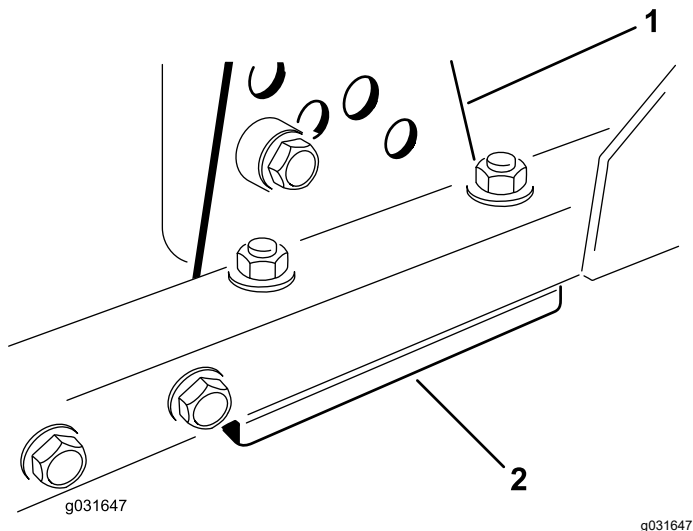

图 69
1. 从刀盘架上拆除除草高度支架前、左或右 图 69。
2. 在刀盘架与除草高度支架之间增、减 1.5mm 薄垫片和/或 0.7mm 薄垫片以达到所需的除草高度设置 图 69。
3. 安装除草高度支架到刀盘架剩余薄垫片集中放到除草高度支架的下方 图 69。